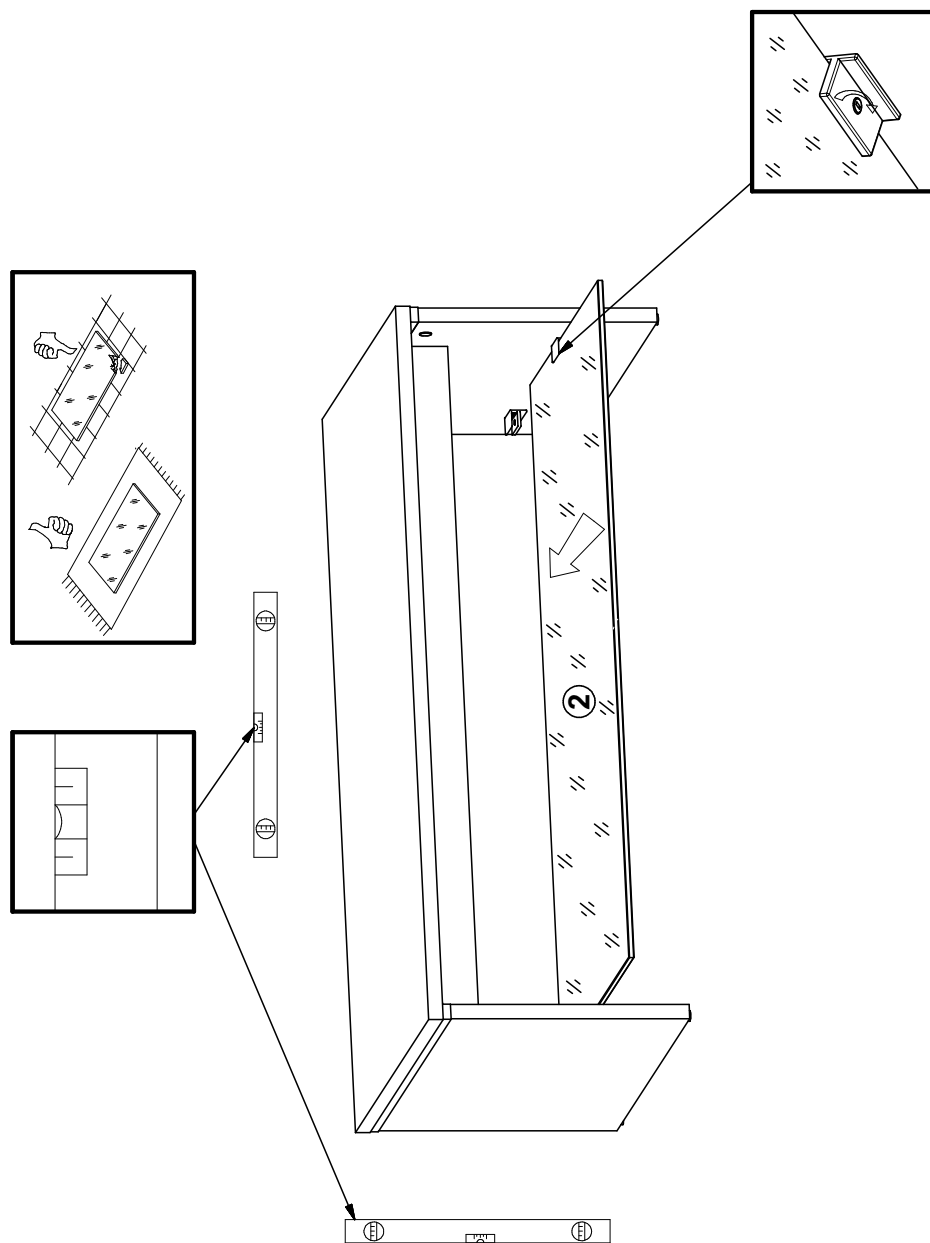

Рисунок 4
- Вставить полку стеклянную **2** в полкодержатель **d29**, и зафиксировать ее с помощью винта полкодержателя **(см.рис. 4)**.